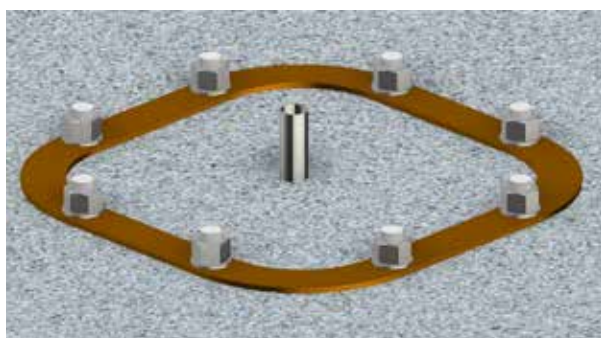

fig.22
4. Predisporre, quando previsto, l'inserimento nel plinto di un tubo adatto al passaggio del cavo elettrico che dovrà alimentare la gru a bandiera (fig. 22).